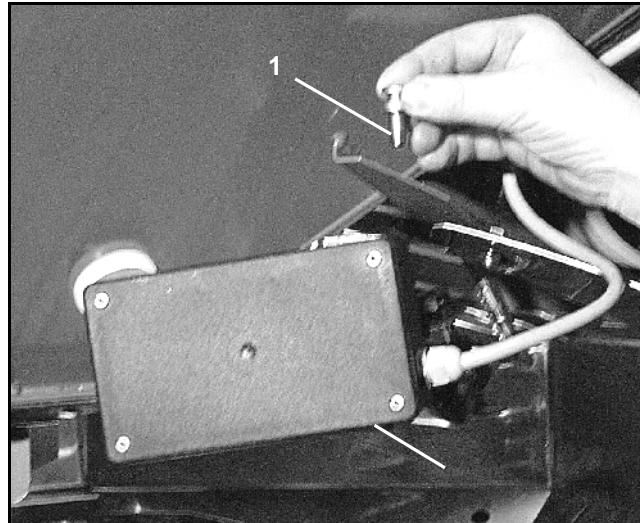

Рис. 6
- Извлеките оба шарнирных пальца (Рис. 6/1).